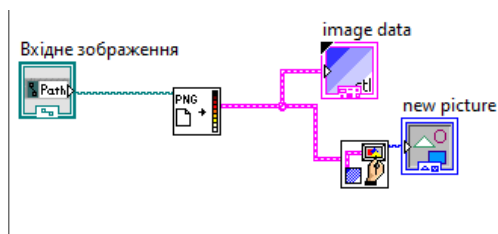

Рис.7.1. Підключення зображення
5. BD - Graphics & Sound – Picture Functions – Draw Flattened Pixmap.vi, створити на виході даного блоку індикатор. В фронтальній панелі має з’явитись дане зображення рис.7.1.